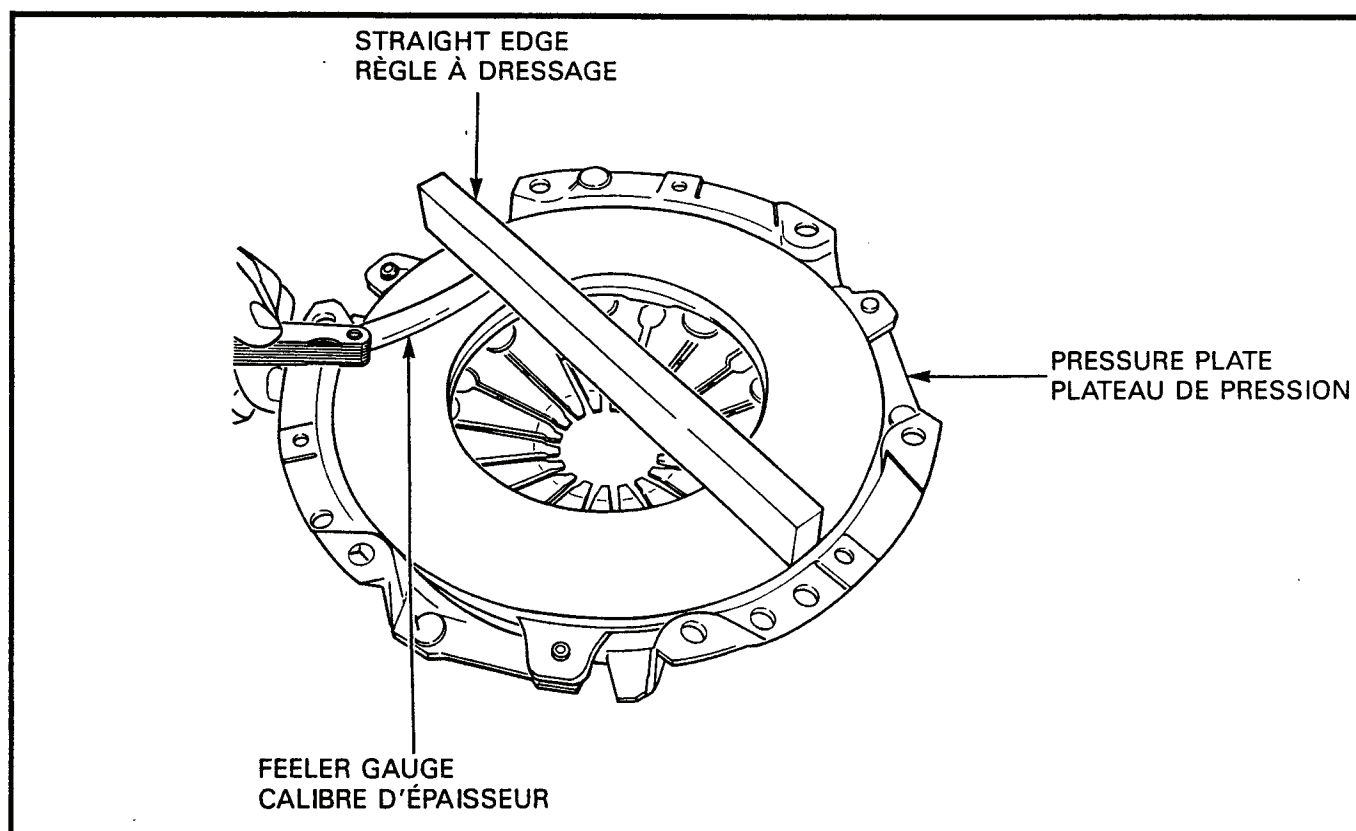

Figure 3-1-1 Pressure Plate Distortion Check
- b. Using a straight edge and feeler gauge, inspect the contact surface of the pressure plate for wear and distortion, see Figure 3-1-1. If inward taper or distortion exceeds 0.3 mm, replace the pressure plate.
- b. Au moyen d'une règle à dressage et d'un calibre d'épaisseur, vérifier si la surface de contact du plateau de pression est usée ou déformée, voir figure 3-1-1. Si la conicité intérieure ou la déformation excède 0.3 mm, remplacer le plateau de pression.